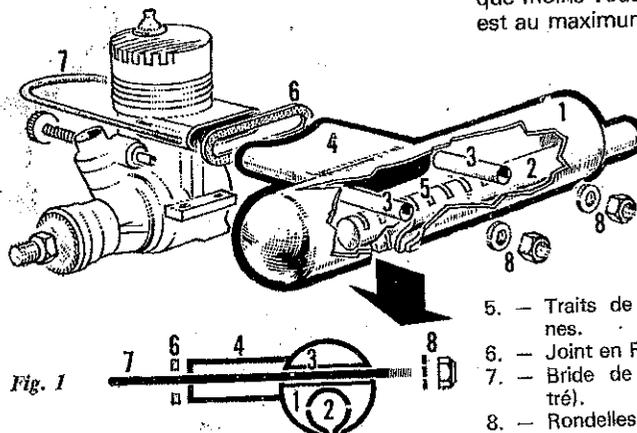

Fig. 1
La fig. 1 donne une vue d'ensemble des éléments composant ce silencieux.
N.B. — Dans le cas où le bruit semblerait encore trop aigu pincer légèrement le tube de sortie des gaz. Fig. 1, tube 2.